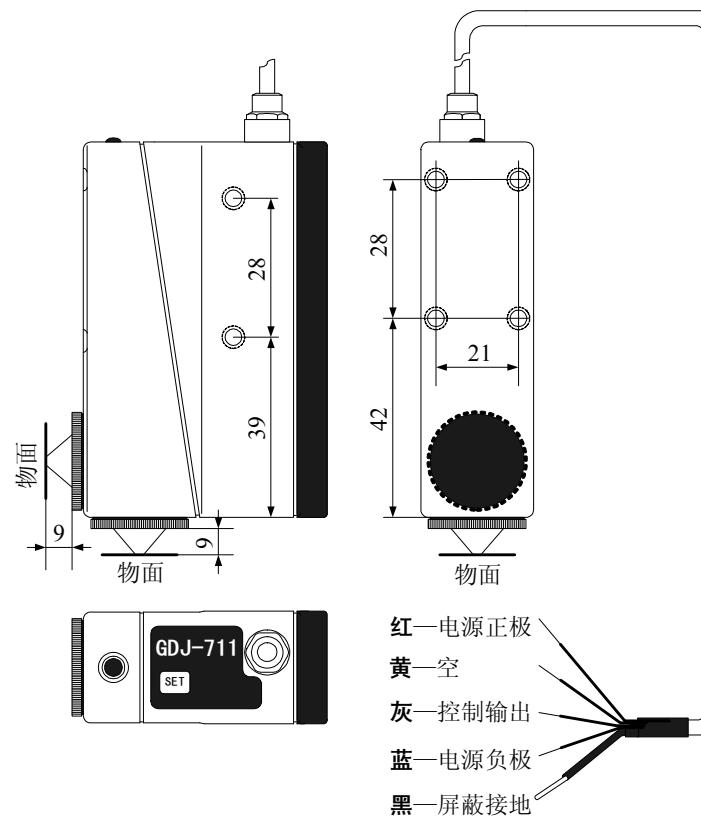

图 2 GDJ-711 智能型光电传感器的安装尺寸与接线标识
- 1) 安装: 传感器安装尺寸与接线标识见图 2。传感器应垂直安装于被测物面的上方。传感器与被测物面之间的距离根据传感器型号掌握在 $9 \pm 2.5\text{mm}$, 传感器的安装座板应有 9mm 垂直距离调整量。